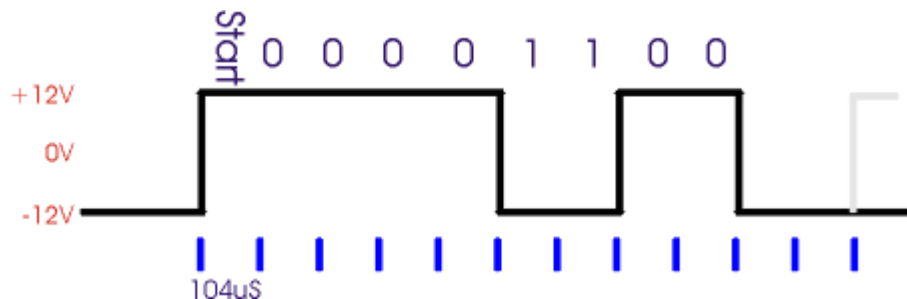
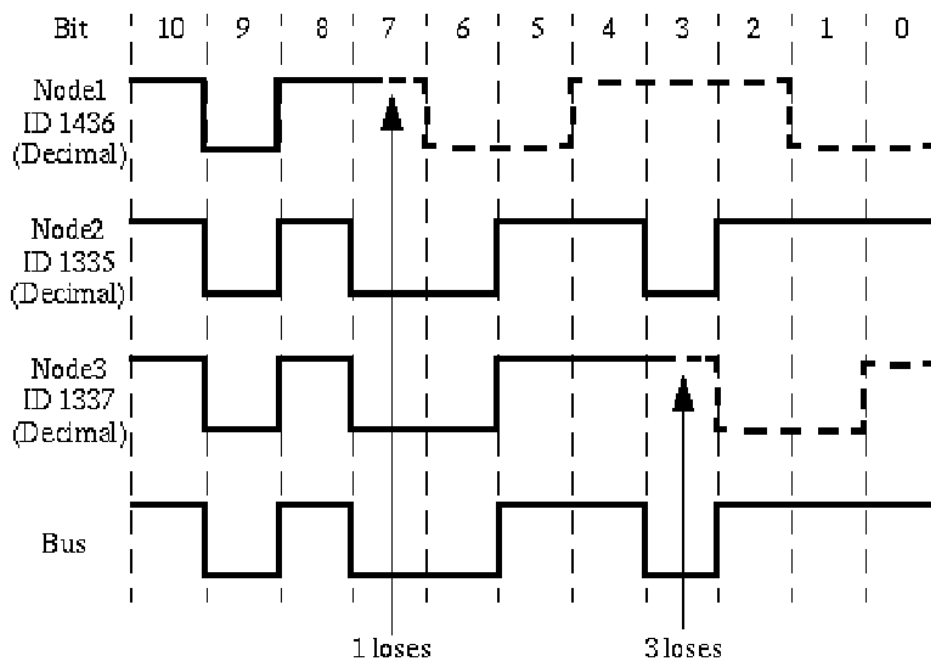

Figura 1: Esempio segnale RS-232
Figura 3: Esempio di arbitraggio nell'accesso al bus CAN
Figura 1 mostra l'andamento del segnale (trama) che, in una comunicazione tra due dispositivi con protocollo RS-232 a 9600 bits/s 8n2 rappresentante il valore binario 00110000.
Il segnale, così come nel CAN, utilizza per i bit una codifica **NRZ** (Non-Return-Zero): il segnale è un treno di impulsi rettangolari di durata T fissata dal bit-rate ($T=1/9600=104\text{ }\mu\text{s}$ nell'esempio) e con ampiezza caratterizzata da un valore "alto" pari a circa +12V ed un valore "basso" pari a -12V. Ogni impulso rappresenta un bit. In particolare nella RS-232 un valore alto di tensione rappresenta lo zero logico ed uno basso un uno logico. La linea si trova inizialmente nello stato di riposo con un livello basso di tensione (nessun dato in transito); la prima transizione da livello basso di tensione a livello alto indica l'inizio della trasmissione ("bit di start" della durata di $104\text{ }\mu\text{s}$). Segue il bit meno significativo (LSB), dopo altri $104\text{ }\mu\text{s}$ il secondo bit, e così via, per otto volte, fino al bit più significativo (MSB). Segue infine un periodo di riposo della linea di almeno $208\text{ }\mu\text{s}$, cioè due bit di stop e quindi (eventualmente) inizia un nuovo pacchetto di bit. Pertanto nell'esempio considerato vengono trasmessi 11 bit di cui solo 8 rappresentano l'informazione effettivamente utile. Da notare che con la codifica NRZ il numero di commutazioni è inferiore al numero di bit (in Figura 1 abbiamo 4 commutazioni a fronte di 11 bit trasmessi)
In Figura 3 è riportato un esempio di conflitto sull'accesso al bus tra tre nodi che tentano di trasmettere allo stesso istante: in particolare vengono riportati i segnali che tentano di trasmettere ed il segnale effettivo che si legge sul bus. In particolare per i primi tre cicli non c'è conflitto. Al quarto ciclo il nodo 1 perde la competizione e smette di trasmettere perché cerca di imporre un uno logico (recessivo) mentre i nodi 2 e 3 impongono lo zero logico (dominante). In corrispondenza dell'ottavo ciclo il nodo 3 perde la competizione e smette di trasmettere mentre il nodo 2 continua a trasmettere come se fosse stato solo sul bus. Da notare che i nodi perdenti diventano subito ricevitori e non tenteranno una ritrasmissione non prima che il bus sia diventato libero. Questa politica garantisce il determinismo dell'accesso al bus, e l'assenza di periodi di inattività del canale. Anche in questo caso la politica di arbitraggio è basata sul contenuto dei messaggi trasmessi sulla rete e non sugli indirizzi dei nodi della rete.
- Un campo Start Of Frame (SOF). È un bit dominante (0 logico) che indica l'inizio di un message frame. Il rilevamento di un bit dominante quando la linea è in pausa (Bus Idle, sulla linea c'è un bit 1 recessivo) è quindi interpretato come un SOF. Difatti l'SOF in Figura 3 ha la stessa funzione dello start bit della RS-232 in Figura 1.